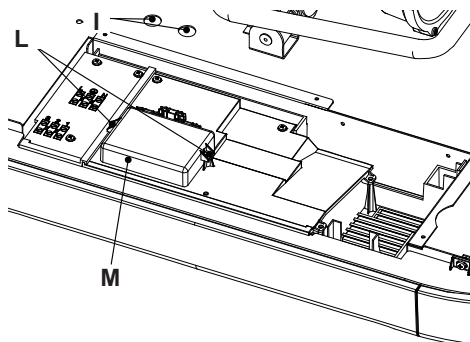

Fig. 5.27
- Quite los dos tornillos (L) indicados en la Fig. 5.27 y abra la tapa (M) de la bornera.